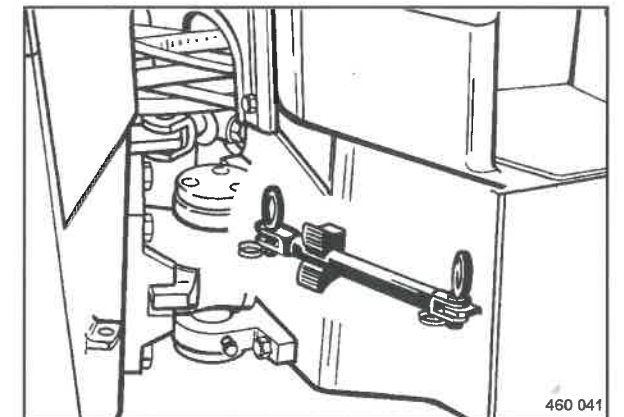

Fig. 83
- Dopo il trasporto, allentare il fermo dell'articolazione a gomito e bloccarlo nel supporto (Fig. 83).